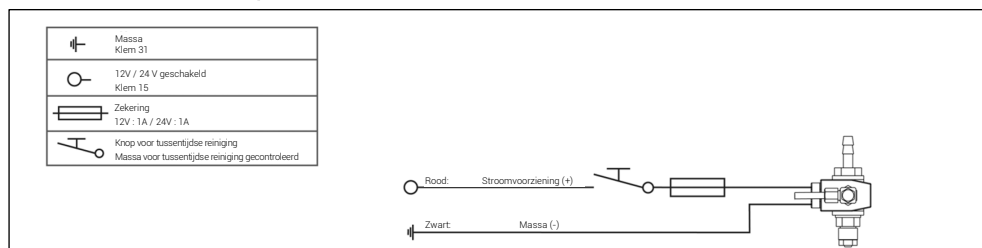
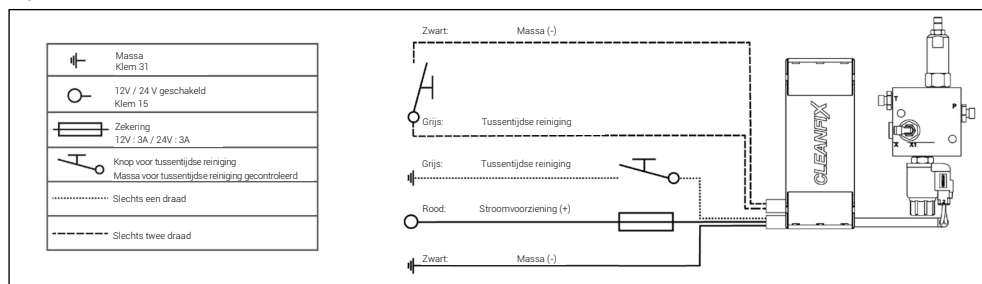

Fig. 62
Fig. 69
U kunt een geschakelde, gezeekerde voeding (klem 15) met voldoende spanning (zie Fig. 62 - Fig. 69) gebruiken.
- 40)** Sluit het elektronische onderdeel aan op de stroomvoorziening van de machine (zie Fig. 62 - Fig. 69).